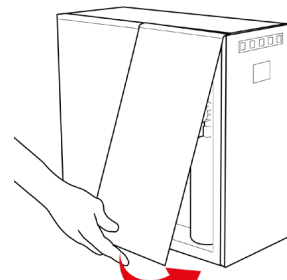

Fig. 2-13
24.6 – Rimontare il pannello laterale in plastica, inserendolo prima nella sede superiore per consentire l'aggancio dello stesso al telaio dell'apparecchio e poi appoggiare la parte inferiore del pannello contro l'apparecchio, vedi Fig. 2-13.